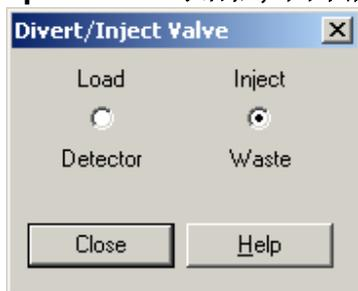

图5-11. Divert/Inject Valve对话框
- 9. 点 **Divert/Inject Valve**钮打开 **Divert/Inject Valve**对话框. 见图5-11。